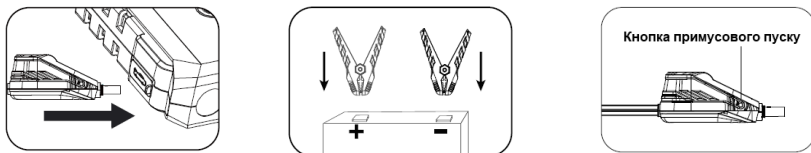

Рисунок 2. Схема використання виробу для пуску двигуна автомобіля.
5.2.3 Пуск автомобільного двигуна з допомогою виробу (рис. 2).